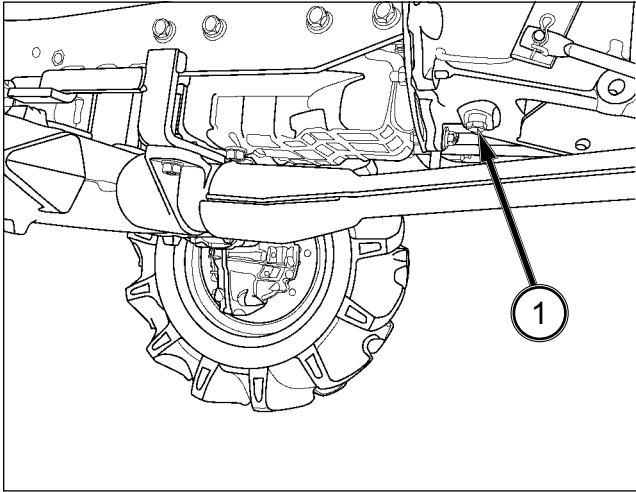

FIG. 125
FIG. 125 : Il faut enlever le bouchon (1) en bas du carter d'embrayage une fois par an ou lorsque l'embrayage commence à patiner. Toute fuite d'huile au niveau du joint arrière du vilebrequin et/ou de l'arbre menant à la transmission entraînera un écoulement d'huile par le trou. Contactez votre agent ISEKI en cas de fuite d'huile.